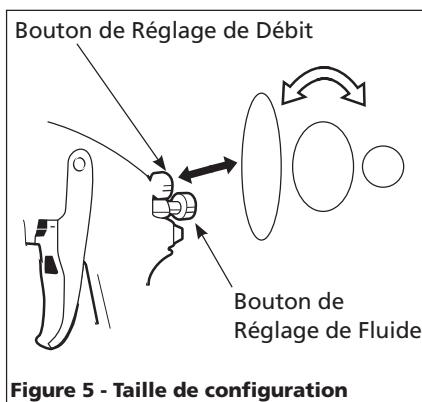

Figure 5 - Taille de configuration
- Choisir la taille de configuration pour la forme désirée. Pour un plein débit, ouvrir le bouton de réglage de débit en tournant au sens contraire des aiguilles d'une montre. Pour un débit rond, tourner le bouton de réglage de débit au sens des aiguilles d'une montre (Voir Figure 5).
- Tourner le bouton de réglage de fluide complètement au sens des aiguilles d'une montre jusqu'à ce qu'il soit fermé (Voir Figure 5).
5. Desserrer les écrous de presse-étoupe. Remplacer le presse-étoupe SEULEMENT si la fuite ne peut pas être étanchée en resserrant l'écrou. (Voir Figure 5). Ne pas trop serrer un écrou de presse-étoupe, ceci peut limiter le déplacement de l'aiguille.